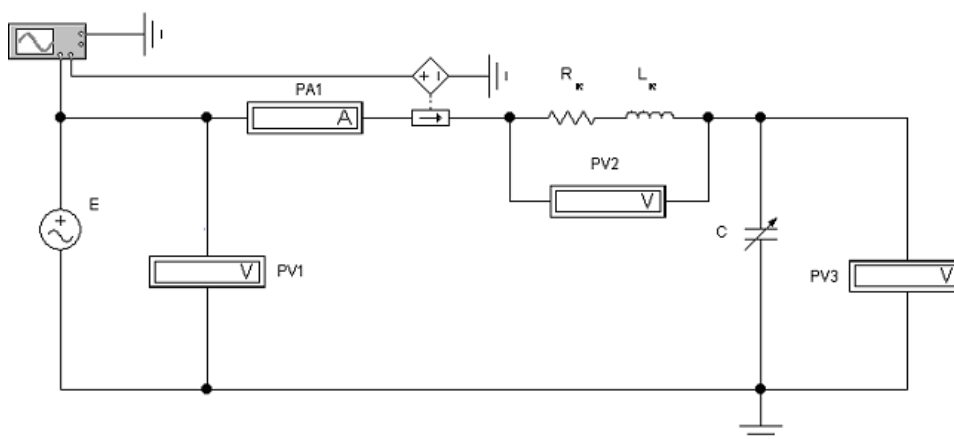

Рисунок 3.3 - Электрическая схема линейной неразветвленной электрической цепи синусоидального тока
Моделируемая с помощью компьютера лабораторная установка состоит из источника переменного напряжения, подключенных к нему последовательно соединенных  $R_k$ -,  $L_k$ - и  $C$ - элементов ( $R_k$  и  $L_k$  – составляющие катушки индуктивности) и контрольно-измерительных приборов. Моделирование режимов работы исследуемой электрической цепи осуществляется при помощи клавиатуры компьютера и мыши. На рис. 3.3 показана электрическая схема лабораторной установки для исследования линейной неразветвленной электрической цепи синусоидального тока.
1) собрать компьютерную модель схемы. Для этого, используя панель групп библиотеки компонентов и мышь, поместить на рабочее поле программы Electronics Workbench модели элементов схемы и измерительных приборов. Из этих элементов собрать модель электрической схемы и подключенных к ней измерительных приборов в соответствии с рис. 3.3. Соединение элементов производится с помощью мыши;